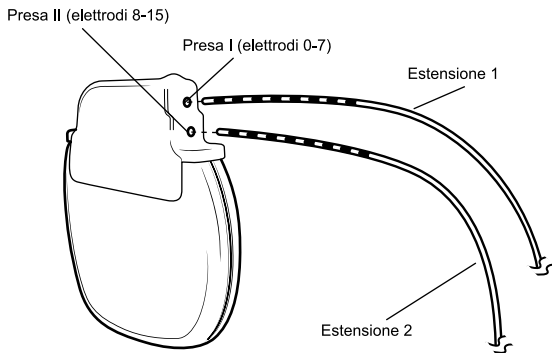

Figura 1. Inserimento dei connettori delle estensioni nel neurostimolatore.
3. Inserire il connettore di ciascuna estensione nella presa del neurostimolatore appropriata fino a posizionarlo completamente nel blocco connettore (Figura 1).